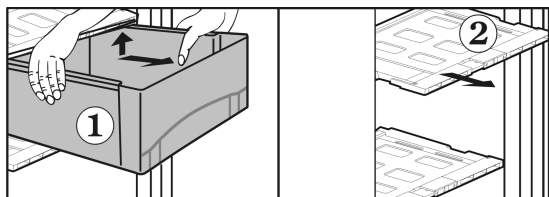

Fig. 16
- ▶ Trækskufferne Fig. 16 (1) ud til anslag.
- ▶ Hægtskuffelåget Fig. 16 (2) med fugtighedsregulatoren af opad, når skufferne er taget ud, og træk det ud fremad.